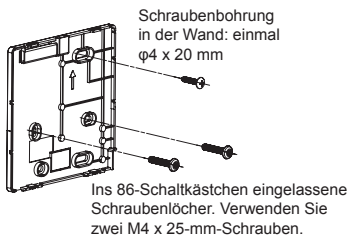

Abb. 4
2.3.3 Montieren Sie die Rückseiten-Abdeckung mit zwei M4x25-Schrauben am 86-Schaltkästchen. Befestigen Sie dieses Kästchen mit einer M4x20-Schraube an der Wand. (Abb. 4).